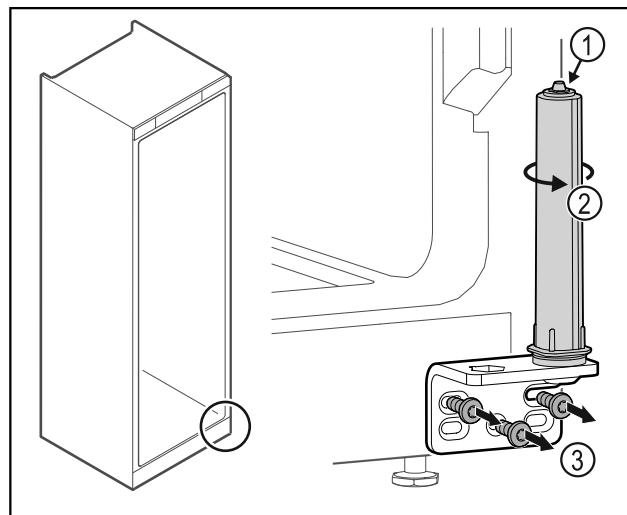

Fig. 24
- ▶ Nerozoberajte systém zatvárania dverí Fig. 24 (1).
- ▶ Otáčajte systém zatvárania Fig. 24 (2), kým nezavakne.
- ▶ Odskrutkujte uholník závesu Fig. 24 (3).